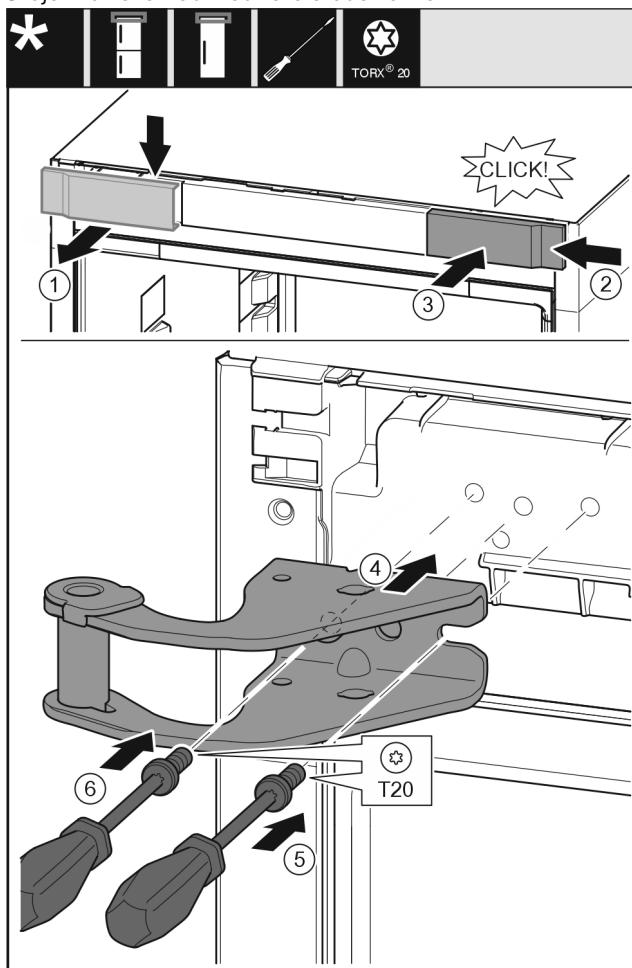

Fig. 11
- Odeberte kryt shora dopředu. Fig. 11 (1)
- Kryt otočený o 180° zavěste na druhé straně zprava. Fig. 11 (2)
- Zaklapněte kryt. Fig. 11 (3)
- Nasadte horní stojan ložiska. Fig. 11 (4)
- Šroubovákem T20 nasadte šroub a utáhněte. Fig. 11 (5)
- Šroubovákem T20 vložte šroub a utáhněte. Fig. 11 (6)